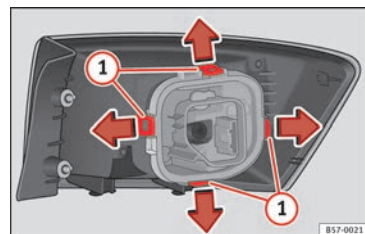

Fig. 112 Languettes de fixation au dos du feu arrière.
7. Démontez la douille en déverrouillant les languettes de fixation » fig. 112 ①.